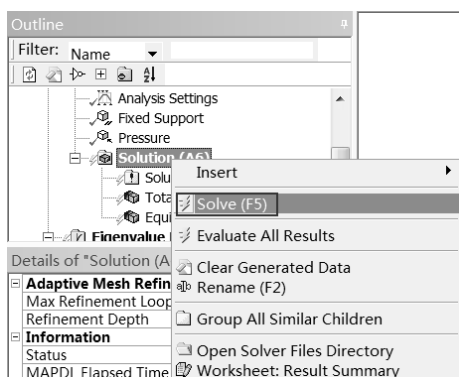

图 14-35 静力计算
Step2: 如图 14-35 所示, 在 Outline (分析树) 中的 Static Structural (A5) 选项上右击, 在弹出的快捷菜单中选择  Solve 命令, 此时会弹出进度显示条, 表示正在求解, 当求解完成后进度条自动消失。